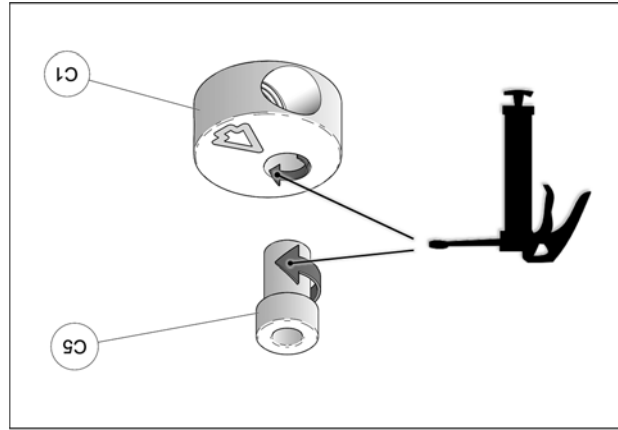

Fig. 26
16. À l'assemblage, les bagues espacateurs (C5) doivent être graissées. Appliquer une couche de graisse uniforme sur toute la circonférence de la bague espacateur et dans le logement du disque en aluminium (C1). Voir la Fig. 26